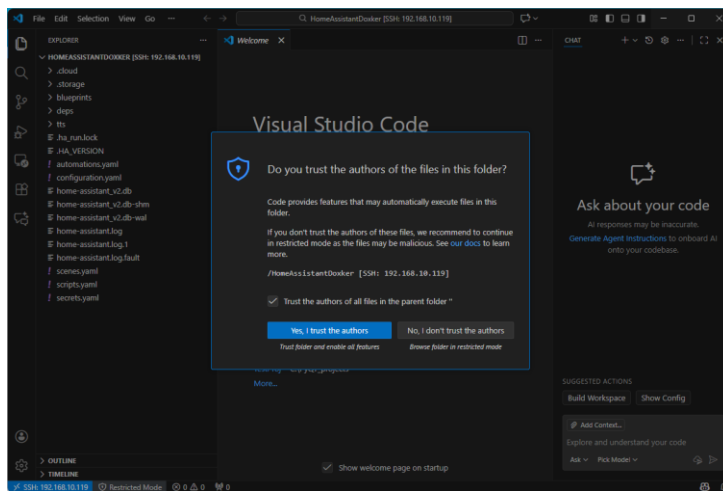

Рис. 3.58. Согласие о доверии файлам в папке
7. Подтвердите доверие к файлам («Yes, I trust the authors») и откройте файл configuration.yaml (рис. 3.58).